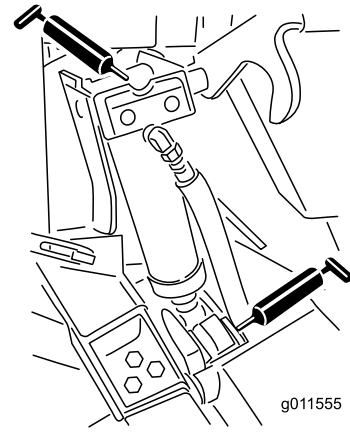

Figure 69
- Bagues de vérin de levage (4) (Figure 69).